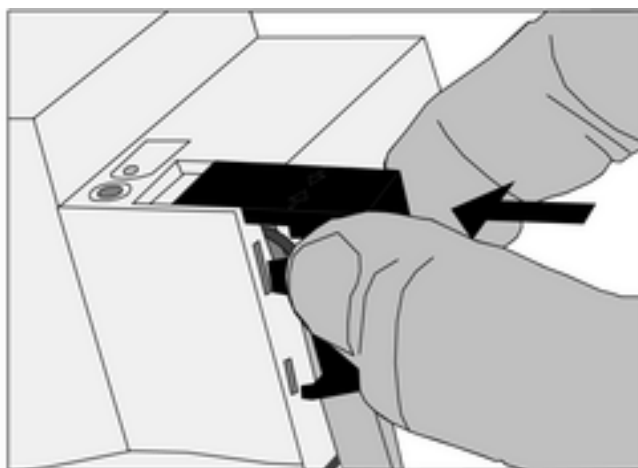

Figura 6: Colocar la tapa
- Insertar la tapa en el borne de bus, hasta que encaje (figura 6).